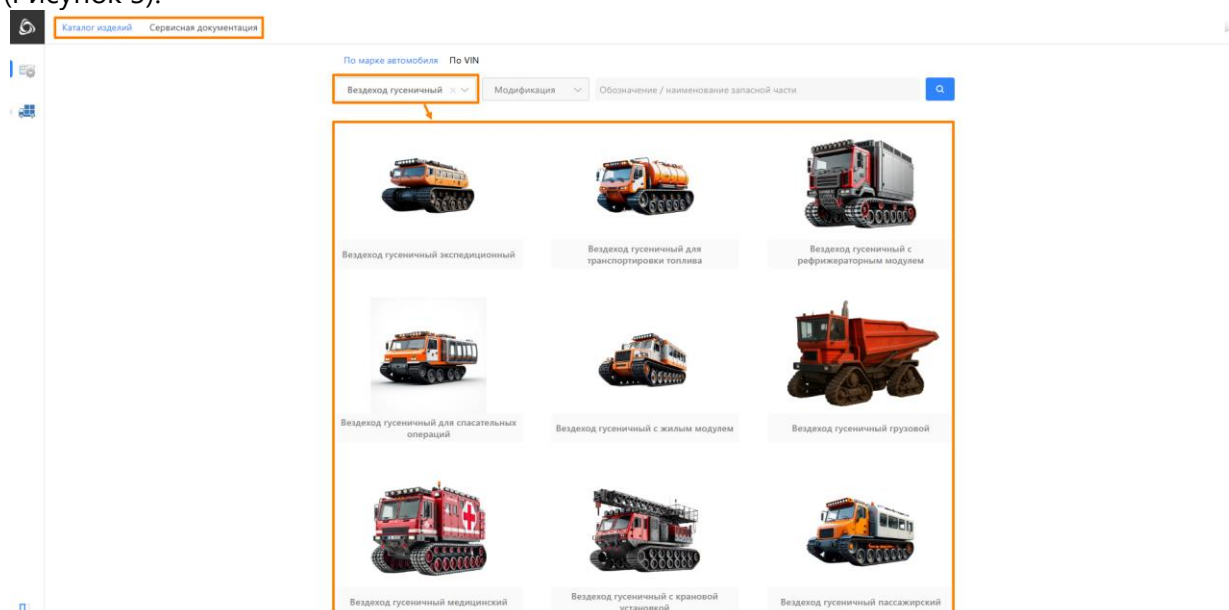

Рисунок 3 – Переход по плиткам
4. Открытие разделов «Сервисной документации» и выбора в нем объекта (Рисунок 3).